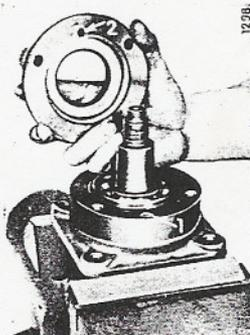

Figure 275
du roulement; veillez à ce que le passage d'huile (2) du porte-bague corresponde au passage d'huile (1) de la cage de roulement, fig.275.
Le passage d'huile est situé vers le bas (1, fig.275).